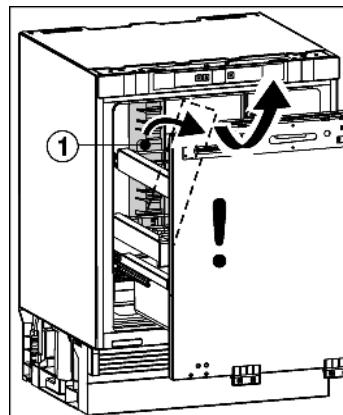

Fig. 3
- Отодвиньте детали, защищавшие устройство при перевозке, Fig. 3 (1) в сторону и извлеките в направлении вперед.